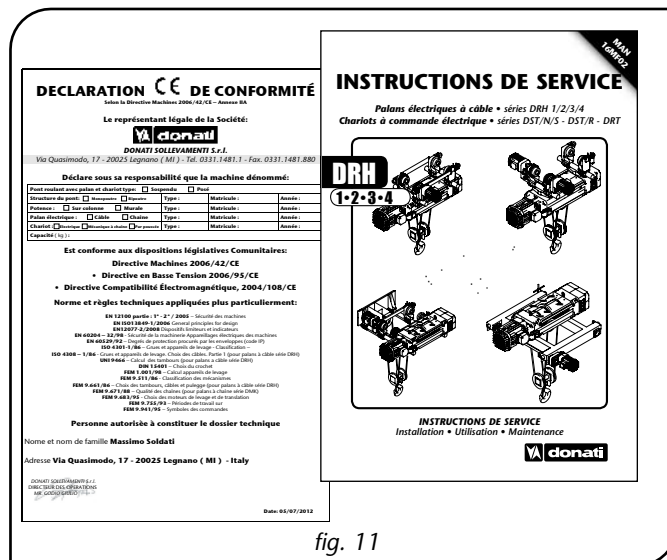

fig. 11
- La documentation technique/prévue par la loi, jointe à la livraison du palan, inclut ce qui suit (fig. 11):